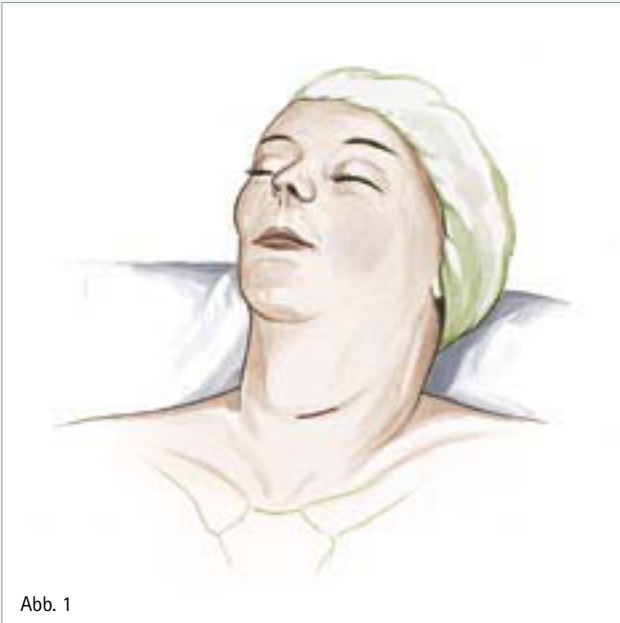

Abb. 1
- Der Patient befindet sich in Rückenlage mit leicht rekliniertem, in einer Kopfschale oder in einem Ring gelagerten Kopf (Abb. 1).